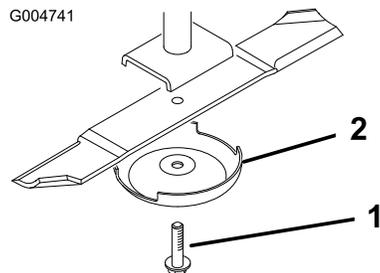

Рисунок 109
2. Возьмитесь за конец ножа рукой в перчатке на толстой подкладке или через слой ветоши. Снимите болт ножа, защитный колпак и нож со шпинделя (Рисунок 109).